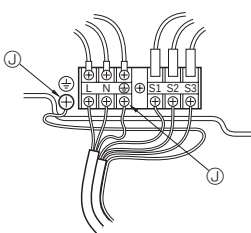

Fig. 6-2
6.1. Зовнішній блок (Fig. 6-1, Fig. 6-2)
- ① Зніміть експлуатаційну панель.
- ② Проводи та кабелі, зображені на Fig. 6-1 та Fig. 6-2.